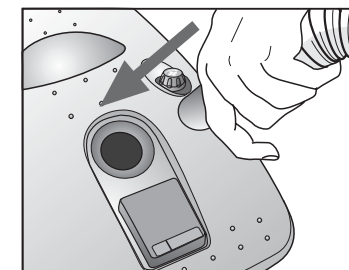

Fig. 5
- Potete inserire il raccordo (1) come sopra descritto per le figure 5 e 6 anche nella presa posteriore di soffiaggio (H) dopo aver rimosso il silenziatore (I).